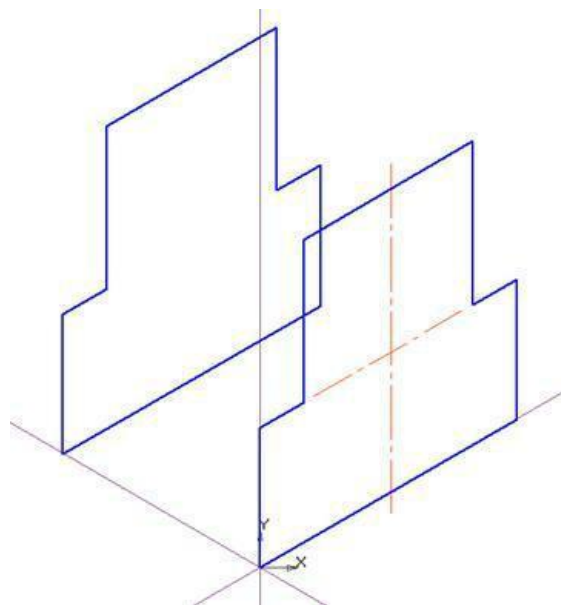

Рис. 5. Операция «Сдвиг»
13. Выполните команду Редактор **Сдвиг – По углу и расстоянию** (рисунок 5).